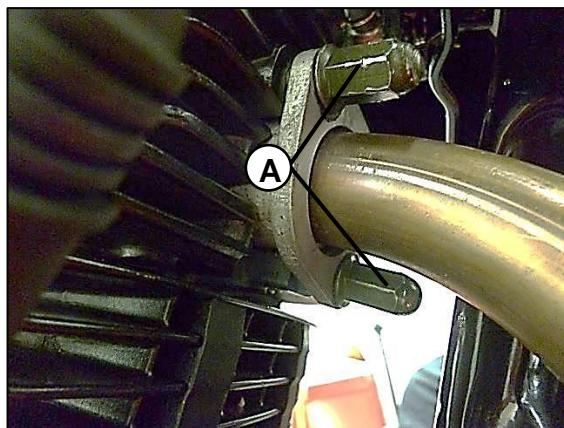
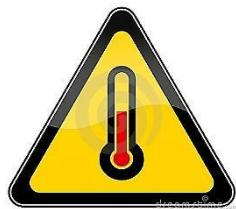

Fig. 12
Fig. 13
Se deben desajustar las tuercas del mofle que van al cilindro (A) Fig.12 y el tornillo (B) que va al reposapiés trasero derecho. Fig.13